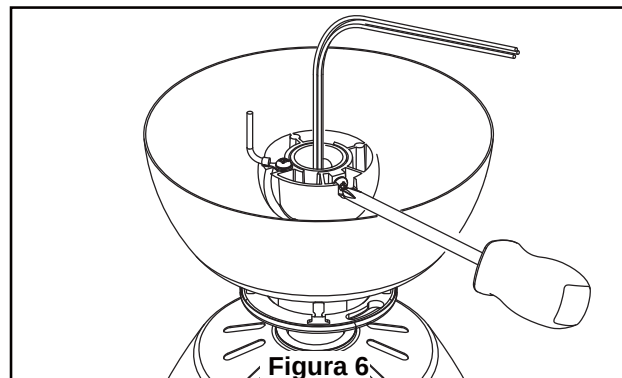

Figura 6
- ☐ 6. Vuelva a colocar la semiesfera en el barral como se indica a continuación. Pase los tres cables de 2.03 m (80") a través de la semiesfera. Pase el pasador a través de los dos orificios en el barral y alinee la semiesfera de modo que el pasador quede atrapado en la ranura de la parte superior de la misma. Empuje la semiesfera hacia arriba, bien ajustada contra el pasador. Ajuste firmemente el tornillo de fijación en la semiesfera. Si el tornillo de fijación está flojo, podría provocar oscilación del ventilador. (Figura 6)
- ☐ 6. Monte el vidrio en la unidad de ensamble de la placa de iluminación utilizando las tuercas de ajuste. No apriete demasiado. (Figura 6)